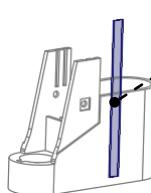
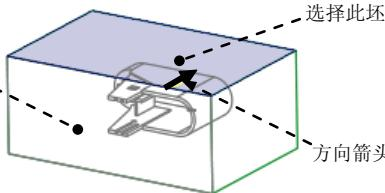

图 19.28 创建拉伸曲面
图 19.29 定义草绘平面
(6) 在“拉伸”操控板中单击 按钮，完成特征的创建。
Step5. 通过拉伸的方法创建图 19.28 所示的曲面。
(1) 为了使屏幕简洁, 将 Stage3、Stage4 创建的镶块体积块 INSERT_01、INSERT_02 遮蔽起来, 同时将坯料的遮蔽取消。
(2) 单击**编辑模具体积块**操控板 **形状** ▼ 区域中的 按钮, 此时系统弹出“拉伸”操控板。
(3) 定义草绘截面放置属性。右击, 从弹出的菜单中选择**定义内部草绘...**命令; 在系统 的提示下, 选取图 19.29 所示的坯料表面 1 为草绘平面, 接受图 19.29 中默认的箭头方向为草绘视图方向, 然后选取图 19.29 所示的坯料表面 2 为参考平面, 方向为 **上**, 单击 **草绘** 按钮, 此时进入草绘环境。